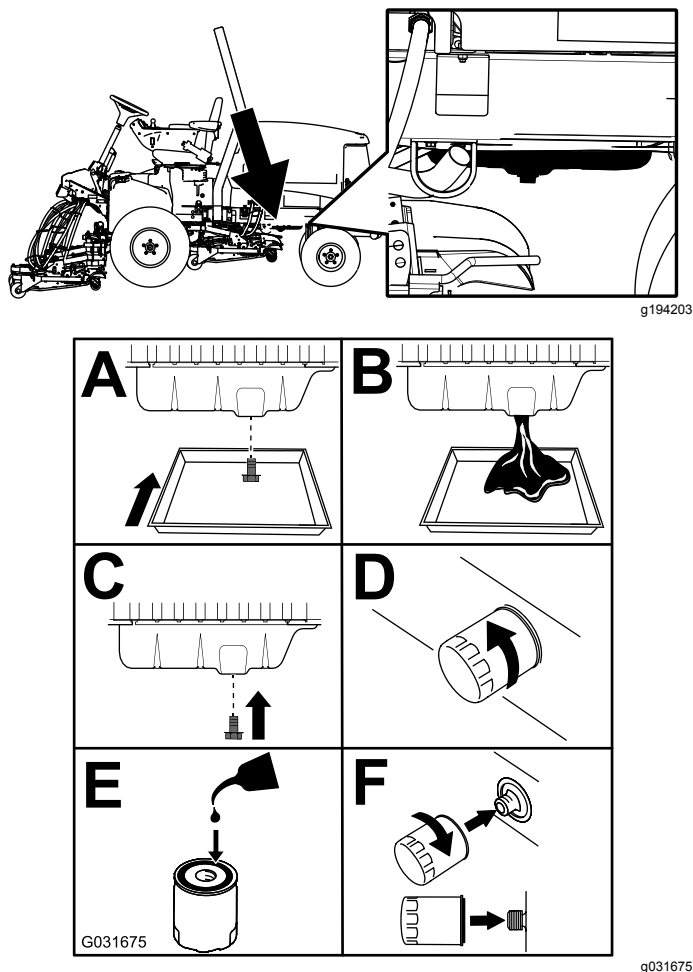

Figura 59
3. Substitua o filtro e o óleo do motor (**Figura 59**).